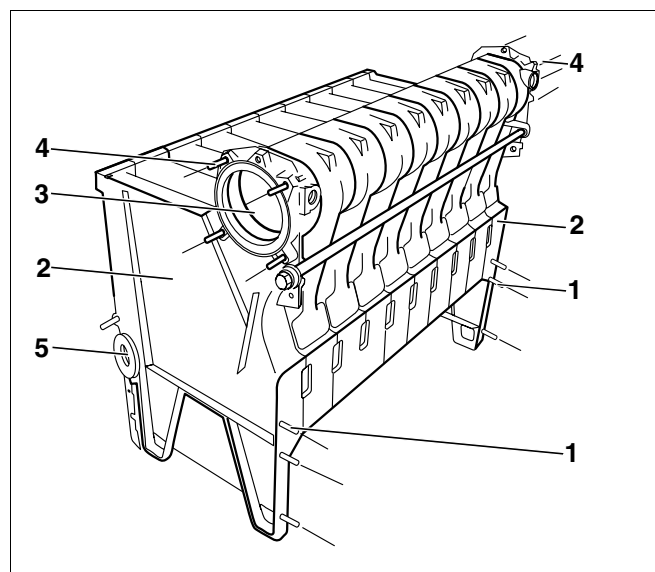

Fig. 21 Montarea știfturilor
- Fiecare din cele patru prezoane (fig. 21, **poz. 4**) se introduc în găurile filetate de la butucul superior al cazanului (fig. 21, **poz. 3**).
- Fiecare din cele trei prezoane (fig. 21, **poz. 1**) se introduc în partea frontală la elementul final (fig. 21, **poz. 2**).
Trebuie să închideți butucii inferiori ai cazanului de la elementii finali (fig. 21, **poz. 2**) ai blocului de cazan cu dopurile existente.
- Cu dopuri oarbe $1\frac{3}{4}"$ se realizează închiderea butucului inferior al cazanului (fig. 21, **poz. 5**). La al doilea bloc de cazan se înșurubează un dop ($1\frac{3}{4}" \times 1"$) cu posibilitate de racordare pentru o conductă spre vasul de expansiune.